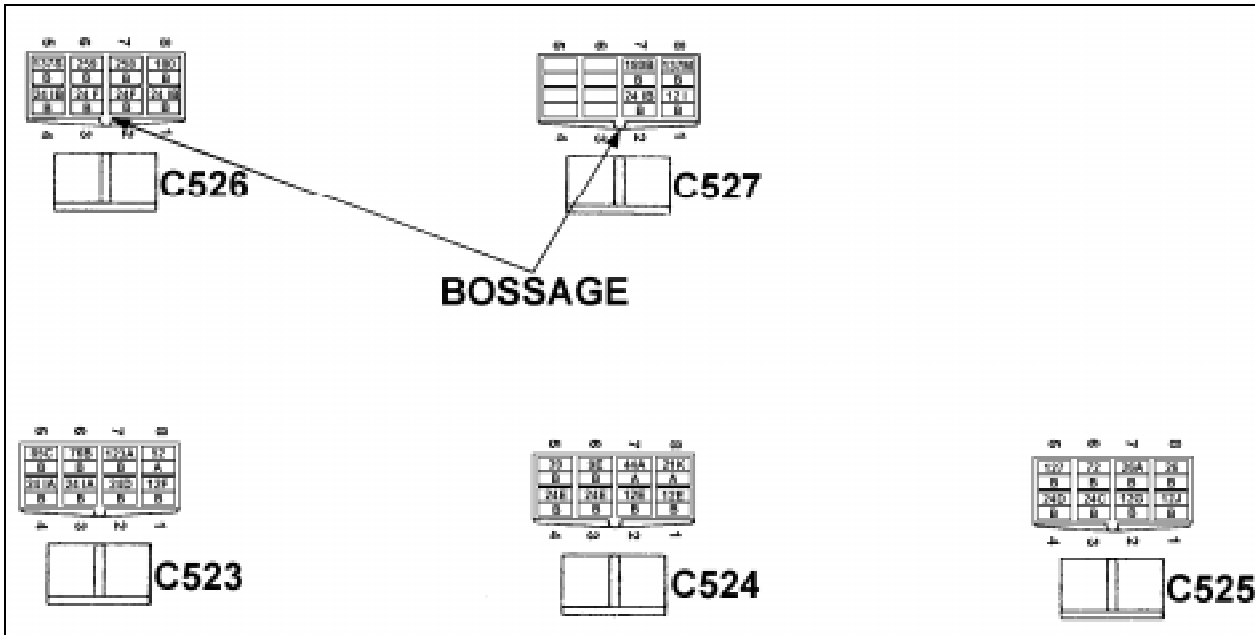

FIGURE 7: POSITIONNEMENT DES CONNECTEURS
3. S'assurer que le câblage des connecteurs reliés aux connecteurs des blocs-fusibles est conforme aux figures 7 et 9.
1. Positionner les connecteurs femelles (Prévoist # 562646) qui étaient reliés aux connecteurs mâles du bloc-fusibles face à vous en se servant du bossage comme référence (voir figures 7 et 9).
3. S'il y a un non-cordance, repositionner les câblages selon les figures 7 et 9. Rebrancher les connecteurs mâles et femelles ensemble.